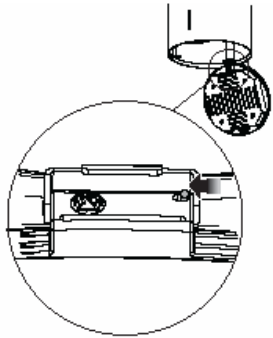

Fig.1
- Odłączyć oświetlenie (fig.1) znajdujące się w tylnej części okapu.